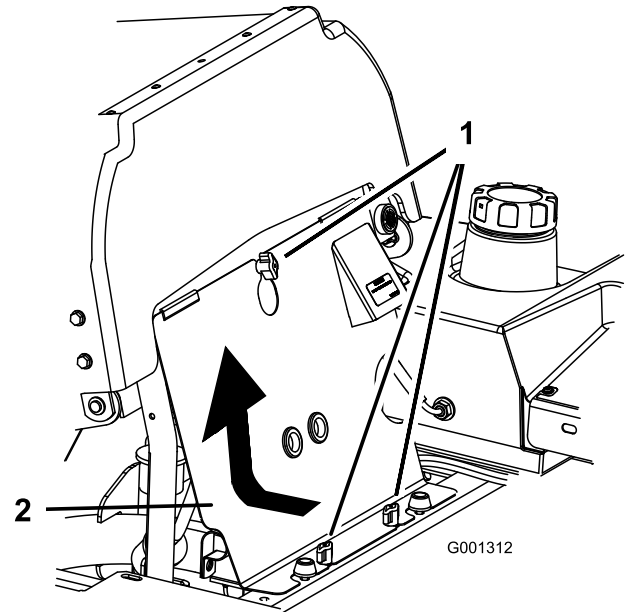

Figura 60
3. Afloje los cierres del panel delantero del motor y retire el panel (Figura 60).